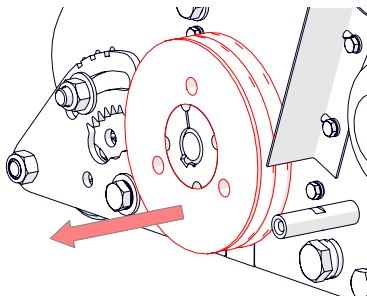

Fig. 18D - Retirar la polea.
7. Es necesario desmontar la polea cilíndrica, pero está sujeta por un casquillo cónico. Retire los dos tornillos prisioneros [con la llave hexagonal de 5 mm] y, a continuación, introduzca uno de los tornillos prisioneros en la tercera abertura vacía; el casquillo cónico y la polea cilíndrica se separarán. Retire el tornillo prisionero. Es posible que se necesite aplicar una fuerza adicional para sacar el casquillo cónico del eje del cilindro. (Fig. 18D).